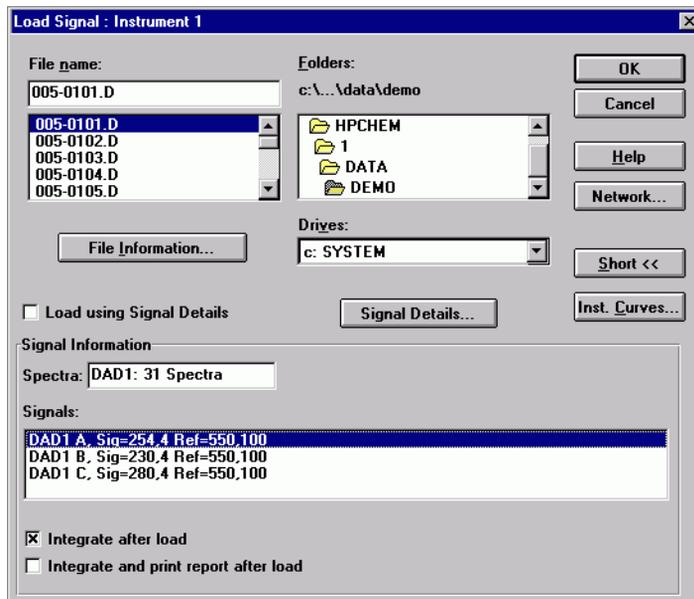

Figura 8 El cuadro de diálogo de carga de la señal completo
- d Pulse el botón **Full >>** para mostrar la información correspondiente a la señal (consulte la Figura 8 en la página 31).